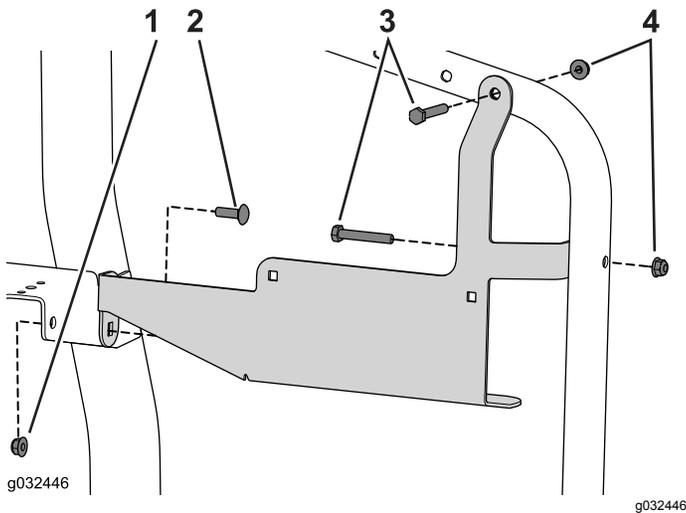

Figura 30
1. Utilizzate i 3 bulloni a testa tonda (5/16" x 1"), (5/16" x 1") e i 3 dadi flangiati per fissare la staffa al telaio (Figura 30).